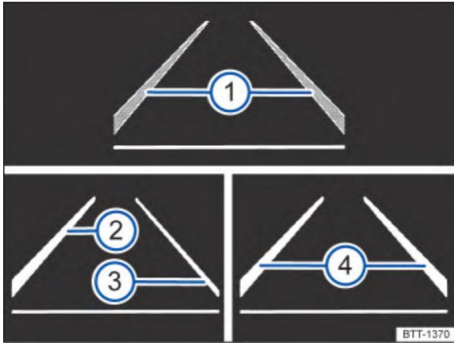

Рис. 129 Индикация комбинированного прибора: индикация системы помощи при удержании в полосе движения
- 1 прибора Рис. 129: Распознанная разметка полосы движения, система не отрегулировала. Разметка полос распознается, система корректируется.
полосы движения слева и справа от автомобиля Рис. 129 1 . - Скорость автомобиля ниже 60 км/ч.